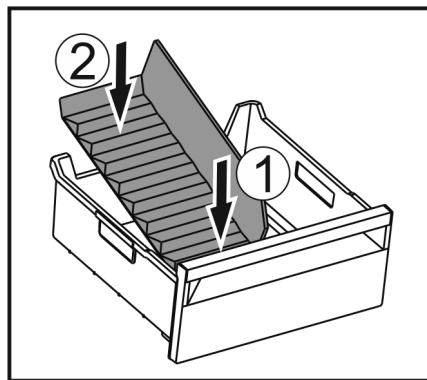

Fig. 62
- Inserire la parte anteriore del divisore dello scomparto del ghiaccio. Fig. 62 (1)
- Abbassare la parte posteriore del divisore dello scomparto del ghiaccio fino al fondo del cassetto. Fig. 62 (2)